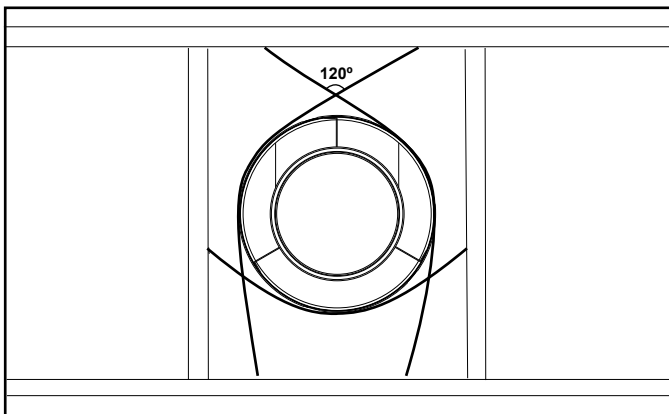

Figure 7.8 Fixation des sections verticales du conduit
- Des supports de conduit ou des bandes de suspension (espacés de 120°) peuvent être utilisés à cette fin. Voir les figures 7.8 et 7.9.
**Remarque :** Les figures 7.8 et 7.9 ne doivent être utilisées qu'à titre de référence. La méthode d'installation des bandes de suspension peut varier selon la configuration du système de ventilation.